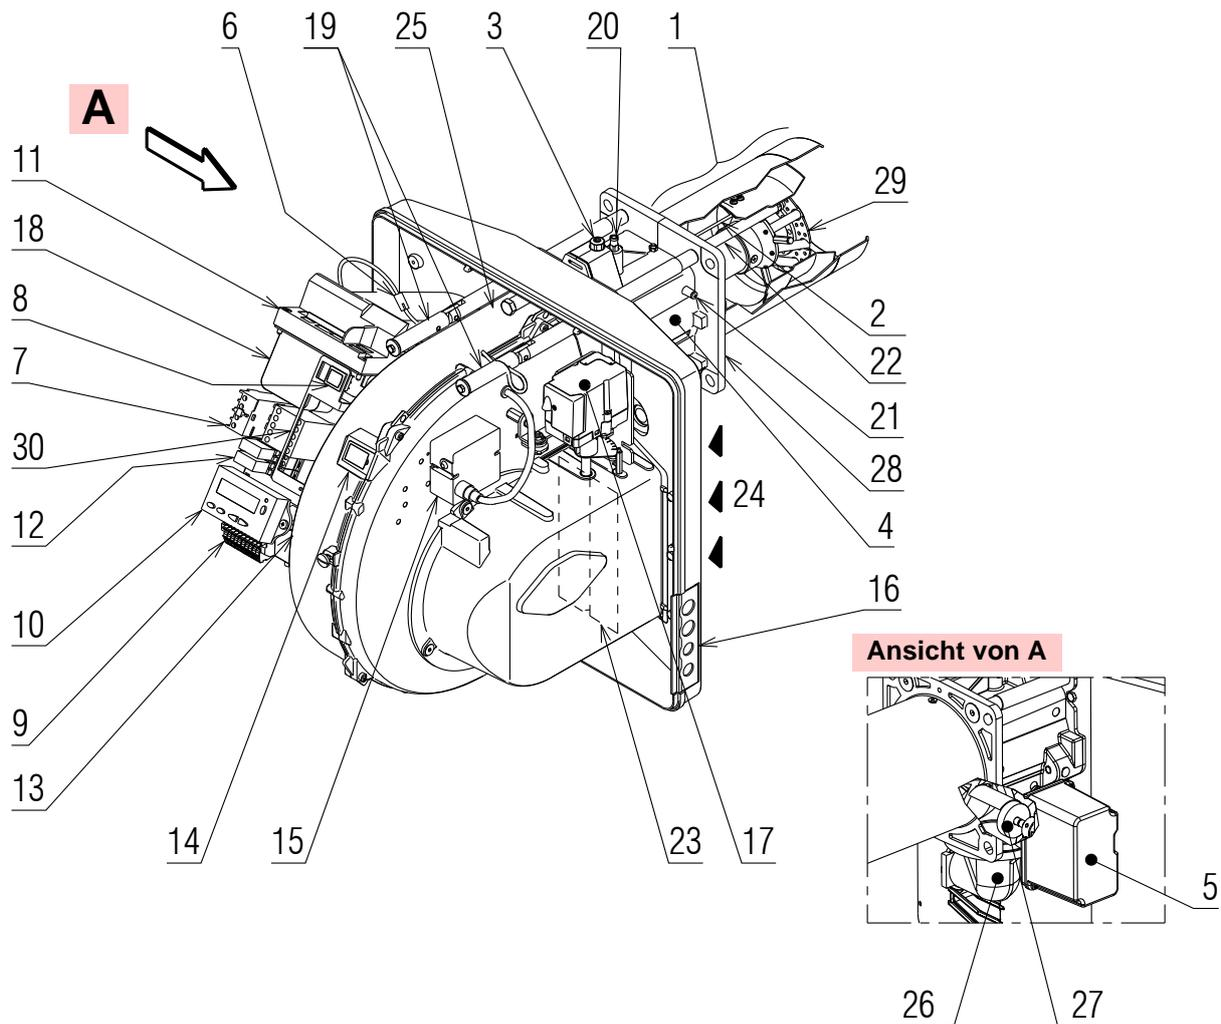

Abb. 5
(1) Referenzbedingungen: Raumtemperatur 20°C - Gastemperatur 15°C - Barometrischer Druck 1013 mbar - Höhe 0 m ü.d.M.
(2) Gasdruck am Anschluss der Muffe 20) (Abb. 5) mit Druck Null in Brennkammer und bei Höchstleistung des Brenners.
(3) Schalldruck gemessen im Verbrennungslabor des Herstellers bei laufendem Brenner am Prüfkessel, bei Höchstleistung.